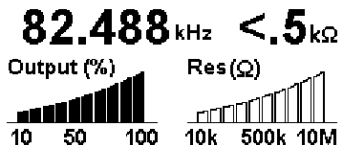

Figura 3-2. Display del trasmettitore nella modalità SFL
6. Premere il tasto SFL del trasmettitore T-5000. Controllare la resistenza di guasto misurata sul display del trasmettitore. Vedi Figura 3-2.